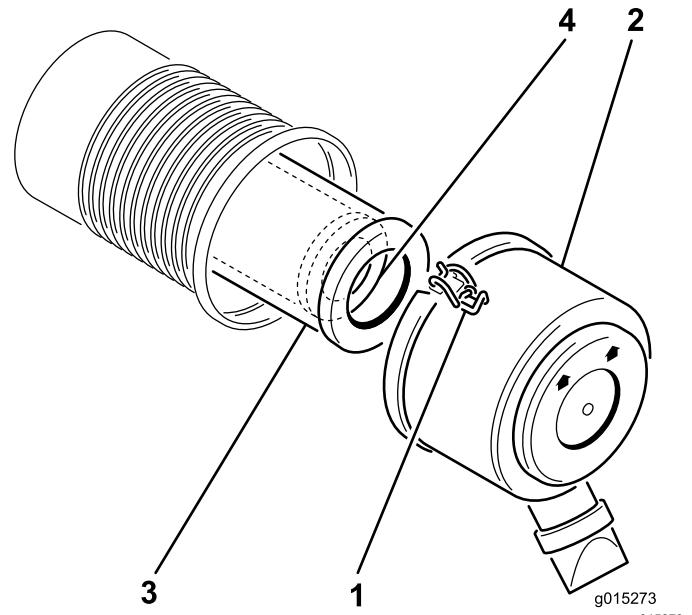

图14
2. 松开将空气滤清器盖固定到空气滤清器壳体上的搭扣。将盖子与壳体分开图14。
4. 将初级滤芯轻轻从空气滤清器外壳中滑出图14。
2. 如果要更换安全滤芯应小心将它滑入滤芯壳体 图14。
3. 小心地将初级滤芯滑到安全滤清器上方 图14。
5. 安装空气滤清器盖标有向上箭头的一侧朝上用闩锁固定 图14。